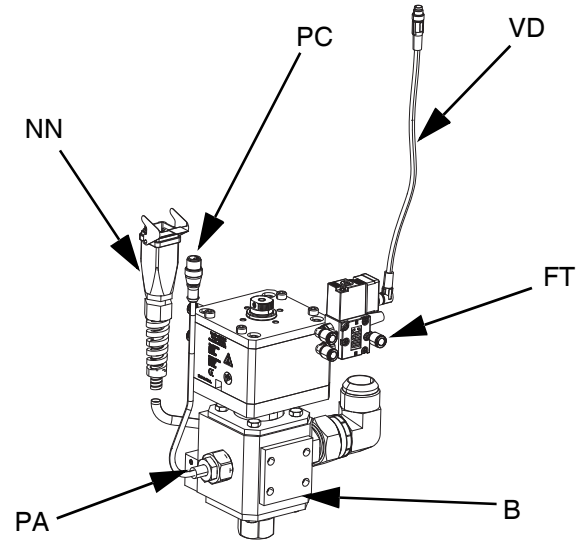

FIG. 24
9. Conecte la línea de aire (AR) (no suministrada) al accesorio de conexión de aire (FT) del solenoide de la válvula dispensadora. Consulte el manual de Instrucciones-Piezas de la válvula dispensadora axial. Consulte la FIG. 24.
- a. Conecte el cable de la válvula solenoide (VC) al extremo de 4 clavijas M8 del cable del divisor conectado al puerto 4 del controlador eléctrico (AB). Consulte el apartado **Conexiones de comunicaciones del controlador eléctrico** de elevadores individuales en la página 16. Consulte la FIG. 24.
- b. Conecte el extremo de 90 grados del cable de 4 clavijas M8 incluido (VD) a la válvula dosificadora, y el extremo recto del cable de válvula solenoide a (VC). Consulte la FIG. 24.
- a. Conecte el cable del solenoide de la válvula dosificadora al conector de solenoide de la válvula dosificadora en tándem (YY) del bloque en tándem (R).
- b. Conecte el extremo de 90 grados del cable de 4 clavijas M8 incluido (15N040) a la válvula dosificadora, y el extremo recto del cable de válvula solenoide a (VC). Consulte la FIG. 24.
- c. Conecte un extremo macho del divisor de 4 clavijas M8 (TT) en el bloque en tándem (R) al extremo de 4 clavijas M8 del cable del divisor conectado al Puerto 4 del controlador eléctrico (AB) para el elevador 1 y el elevador 2. Consulte el apartado **Conexiones de comunicaciones del controlador eléctrico** del **Elevadores en tándem** de la página 17.